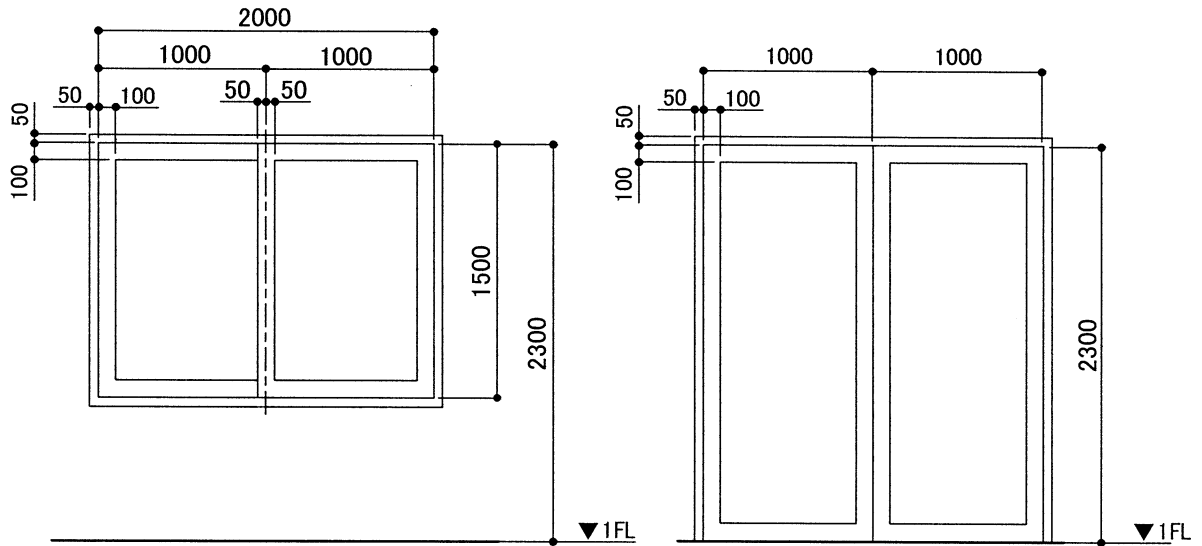

図 6
- b. 「引き違い窓」及び「両開き戸」については、図6に示すとおりとすること。